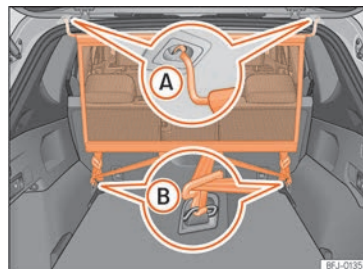

Fig. 133 Rede de separação montada.
• Engate a rede de separação no alojamento esquerdo do teto »» **Fig. 133** ①. Assegure-se
- Engate a rede de separação no alojamento direito do teto, comprimindo a vareta transversal »» Fig. 133 A.
- Engate os dois ganchos da rede de separação nas argolas de fixação da bagageira »» Fig. 133 B e tensione bem os cintos de fixação.
- Desengate os ganchos da rede das argolas de fixação »» Fig. 133 B.
- Desengate a rede de separação do alojamento direito do teto »» Fig. 133 A comprimindo a vareta transversal.